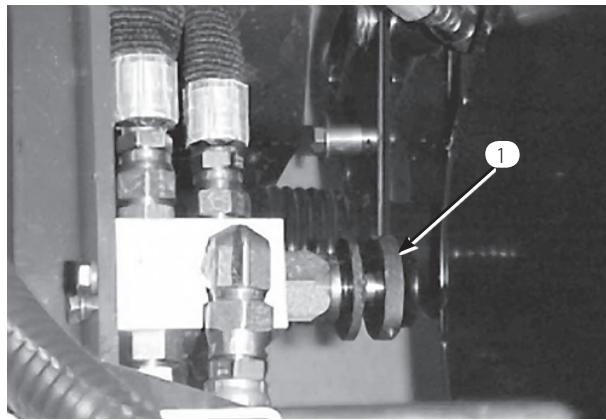

図 63
1. フードを開けると、調整バルブ（図63）はエンジンの後ろ側にある。